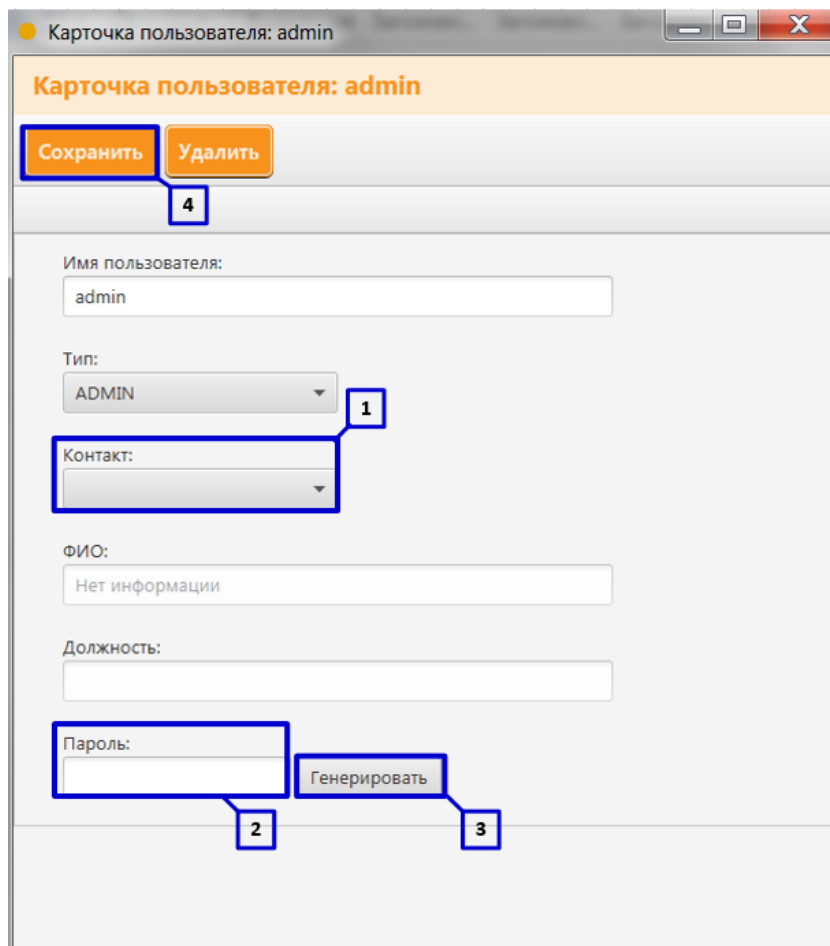

Рисунок 16. Изменение учетной записи Администратора системы (Часть 2)
2. Из выпадающего списка «Контакт» выберите назначенного Администратора (Рисунок 16 пункт 1). Значение полей «ФИО», «Должность» подтянутся из внесенных ранее данных;
3. В строке «Новый пароль» придумайте и запишите новый пароль Администратора (Рисунок 16 пункт 2) или нажмите клавишу
- «Генерировать» (**Рисунок 16 пункт 3**), система автоматически сгенерирует пароль;
4. Сохраните внесенные данные, нажав клавишу «Сохранить» (**Рисунок 16 пункт 4**);